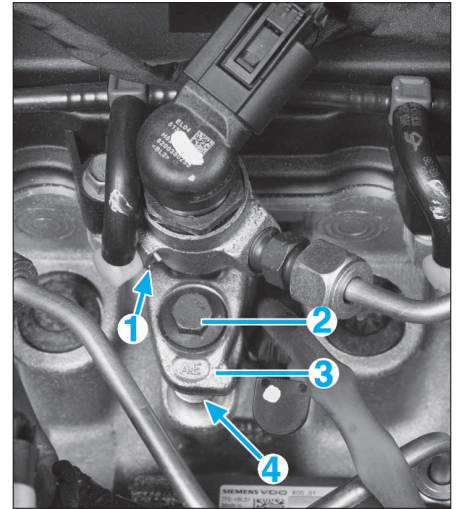

FIG. 65
- Pousser vers le couvre-culasse, à l'aide d'un tournevis plat et fin, la patte inférieure (1) de l'agrafe de maintien du raccord de retour de carburant sur l'injecteur (Fig.65) puis extraire le raccord de retour de carburant de l'injecteur.